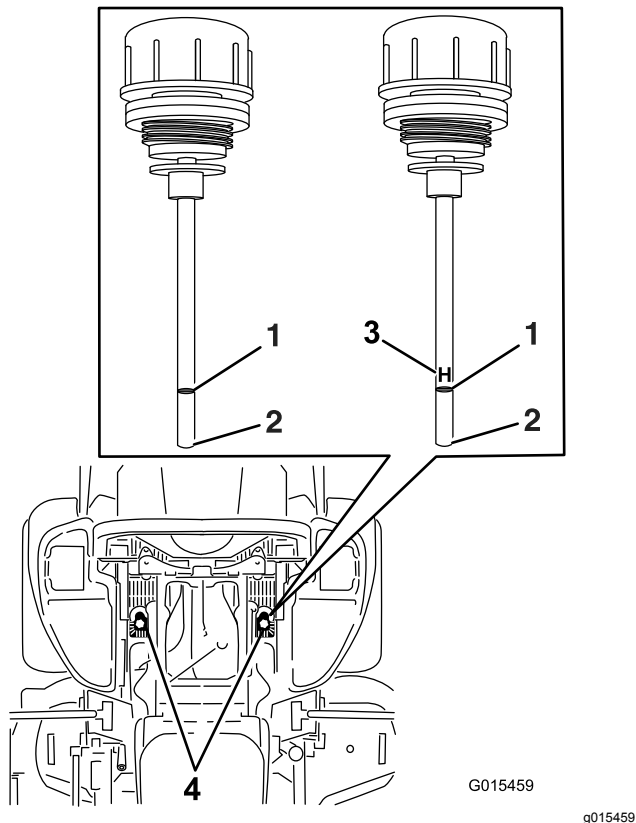

Figura 89
6. Limpie la zona alrededor de las varillas de los depósitos del sistema hidráulico (Figura 89).
7. Retire una varilla del depósito de aceite hidráulico (Figura 89).
9. Retire la varilla e inspeccione el extremo (Figura 89).